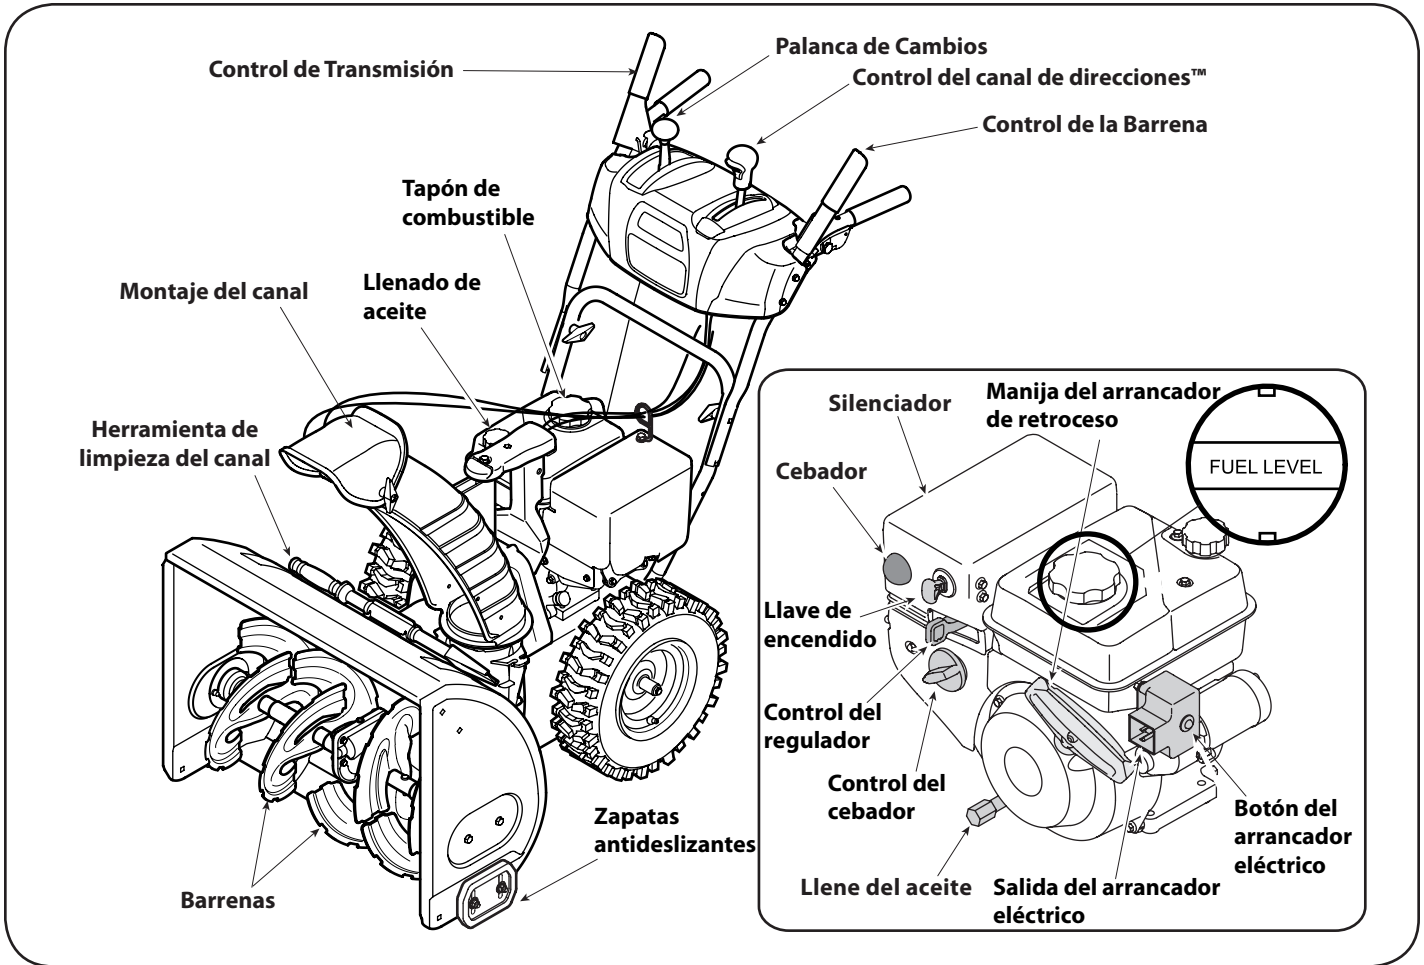

Figura 10
Ahora que ya ha ajustado su máquina quitanieve para la operación, familiarícese con sus controles y características. Vea la Figura 10.
2. En el tanque de combustible hay un indicador de nivel. Llène el tanque hasta llegar al nivel de combustible del indicador. Vea la Figura 10. Tenga cuidado para no llenar el depósito en exceso.